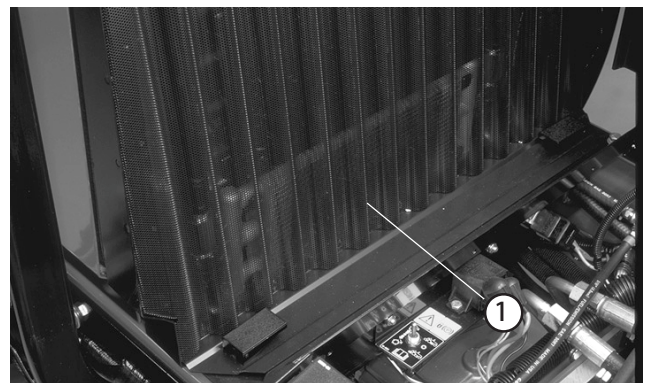

図 53
2. クランプをゆるめ、スクリーンを引き上げて傾ける (図53)。スクリーンを圧縮空気でていねいに洗浄する。